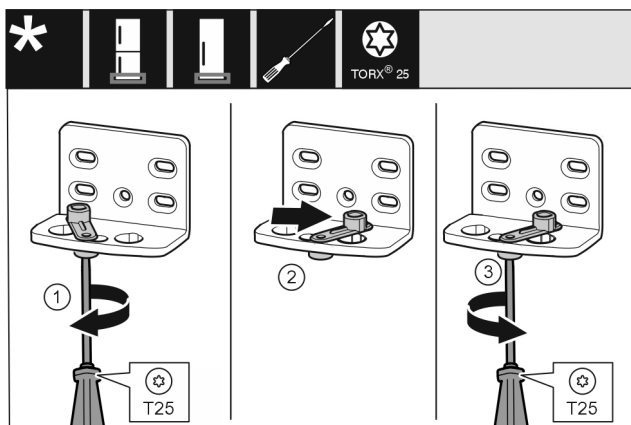

Fig. 13
- Voľne zaskrutkujte skrutku Fig. 13 (1) skrutkovačom.
- Nadvihnite pomôcku na zatváranie dverí Fig. 13 (2) a otočte ju o 90° doprava v otvore.
- Pevne utiahnite skrutku Fig. 13 (3) skrutkovačom.